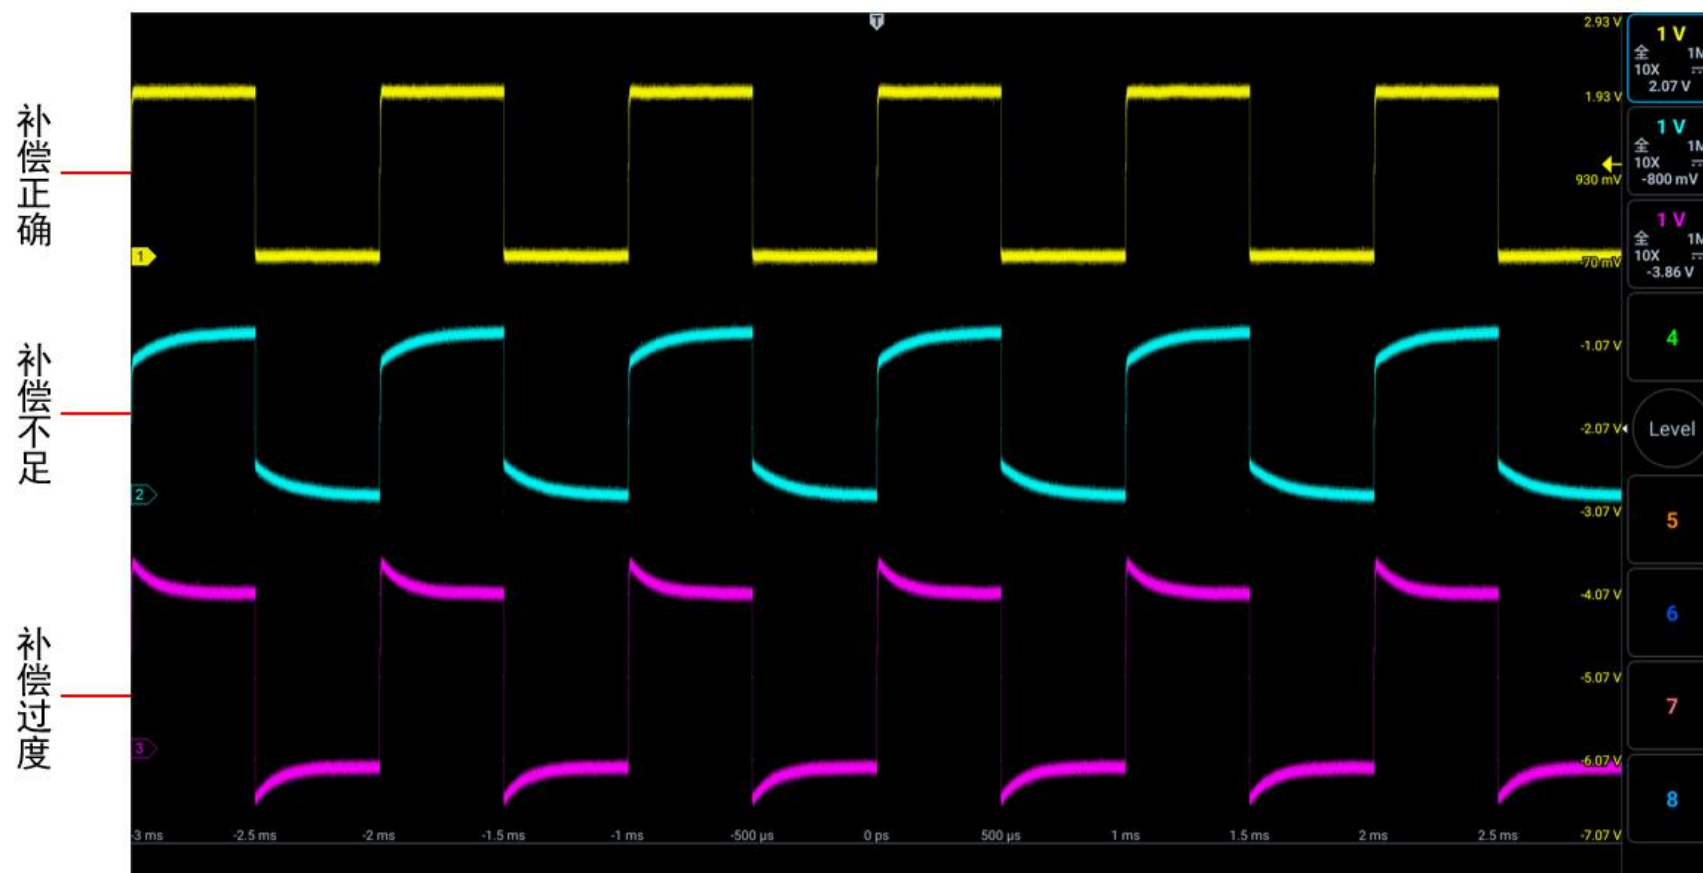

图 2-12 探头补偿
4) 轻点 **Auto** 键或者手动调节波形垂直灵敏度、水平时基。观察波形形状，见图 2-12。